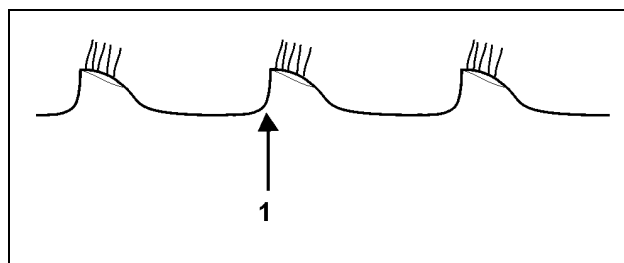

Fig. 33
- Bearbetningsytan för den bakre tallriksraden är obefintlig och följer den främre tallriksradens (Fig. 33):